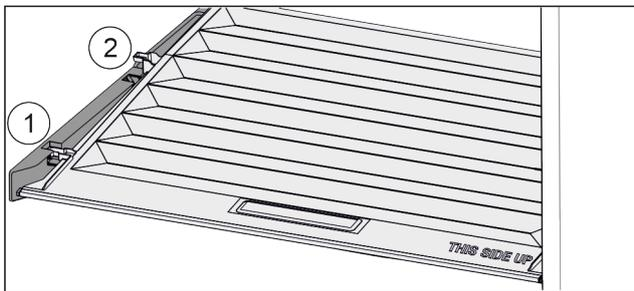

Fig. 114
- ▶ Deckel bis zur Öffnung in den Halteteilen nach vorne ziehen Fig. 114 (1).
- ▶ Hinten von unten anheben und nach oben wegnehmen Fig. 114 (2).